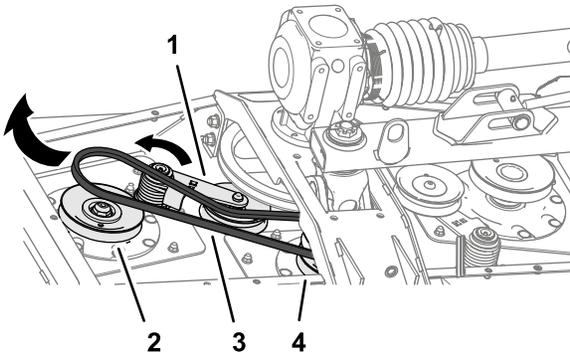

図 60
- ボールなどを使って短いベルトのベルトテンショナを左に回して、テンショナのプーリからベルトを外す 図 60。